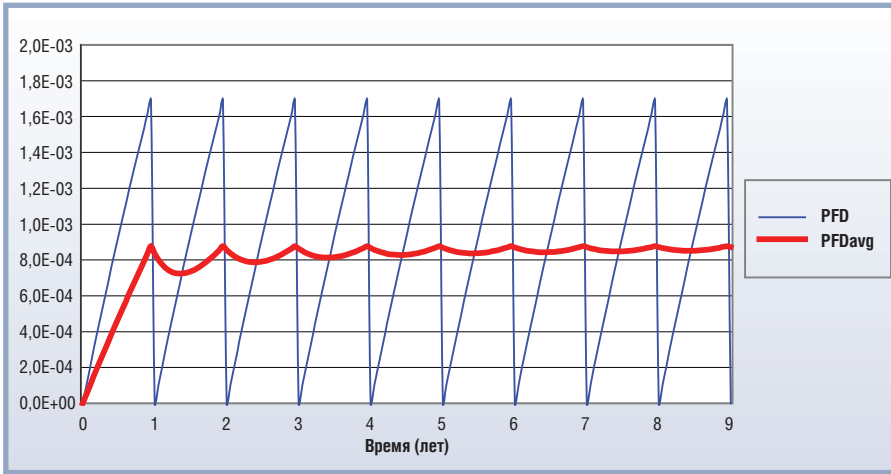

Рис. 4. PFD и PFDavg для системы с архитектурой 1oo1 и Tproof, равным 1 году
5. На рис. 4 показаны PFD и PFDavg для системы с архитектурой 1oo1 и Tproof, равным 1 году. PFD — вероятность отказа на запрос выполнения функции безопасности без учёта проведения диагностических тестов с целью выявления недетектируемых отказов, а PFDavg — усреднённая вероятность отказа на запрос выполнения функции безопасности с учётом выполнения диагностических тестов. Существуют специальные процедуры проведения проверочных тестов с целью определения для каждого устройства интенсивности опасных недетектируемых отказов $\sum \lambda_{du}$, которые не выявляются обычными онлайн-диагностическими тестами. Если не выполнять такие периодические тесты, значение PFD функции безопасности SIF перейдёт из заданного уровня SIL в более низкий уровень, например из SIL 3 в SIL 2, SIL 1, SIL 0.